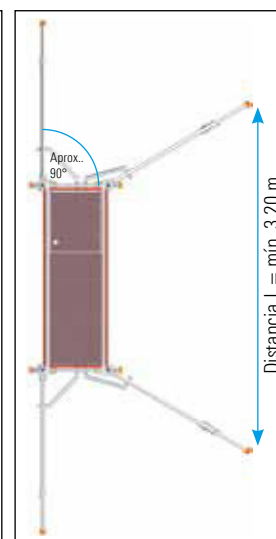

Fig. 8
**Montaje contra la pared:** En el lado de la pared, 90° hacia el lateral de la torre. Desde el lado de la torre, 60° desde el lado longitudinal de la torre (Fig. 8).